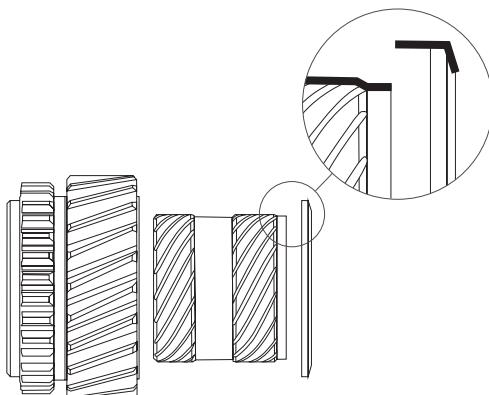

Рис. 5
**2.** Установите кольцо втулки [5], расположив его плоской стороной к шестерне пониженной передачи [3], а фаской – к подшипнику (Рис. 5, выделено жирным).
**3.** Установите втулку [4], расположив ее наружным расточенным буртиком к кольцу [5] и подшипнику (Рис. 5, выделено жирным).